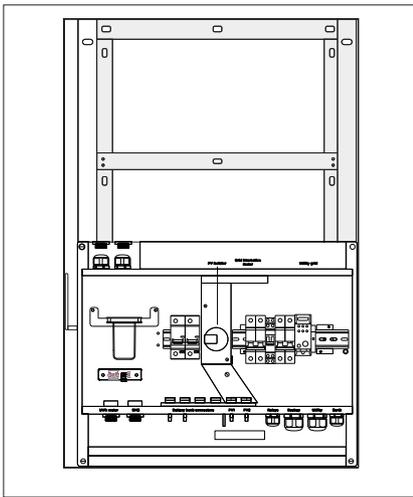

Figura 6: Montaje del BoS
- Después de fijar el soporte a la pared, levante el BoS y colóquelo en los dos ganchos de montaje. Asegúrese de que ambos ganchos estén enganchados antes de soltar el BoS, como se muestra en la figura 6.
- Después de colocar el BoS en el soporte para pared, levante el inversor y colóquelo sobre el BoS de forma que los conectores macho y hembra queden encajados y bloqueados como se muestra en la figura 6.
Después de colocar el BoS en el soporte para pared, levante el inversor y colóquelo sobre el BoS de forma que los conectores macho y hembra queden encajados y bloqueados como se muestra en la figura 6.